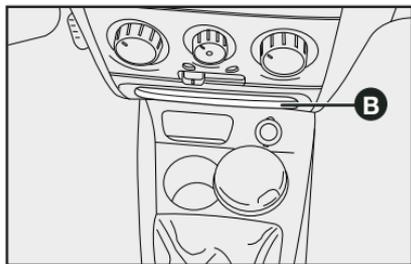

fig. 90
- en la parte central del tablero **B-fig. 90**;